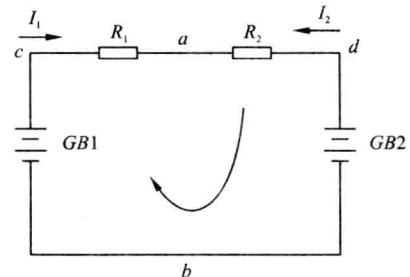

图 1-13
请用基尔霍夫第二定律列出图 1-13 回路电压方程。
①任意选定未知电流的参考方向(如图 1-13 所示)；
②任意选定回路的绕行方向；
③确定电阻电压正负(若绕行方向与电流参考方向相同，电阻电压取正值；反之取负值)；
④确定电源电动势正负(若绕行方向与电动势方向相反，电动势取正值；反之取负值)。